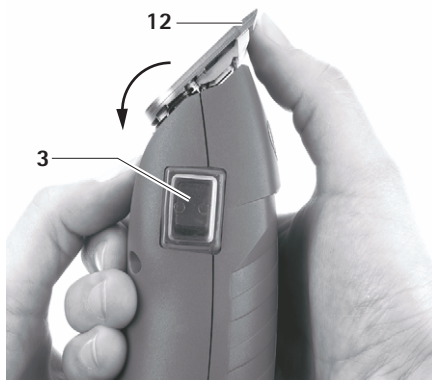

図 5
- カッターヘッド **12** を前へ返します、を参照してください 図 5。